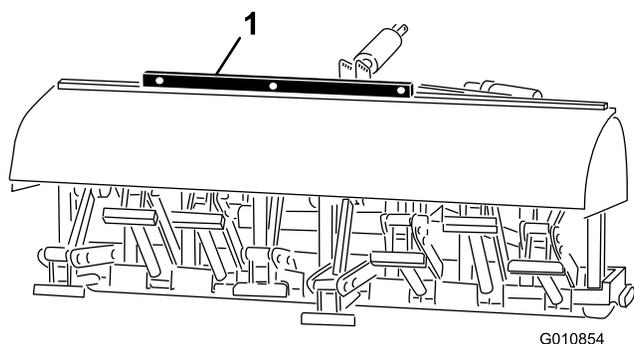

Figura 25
2. Collocate una livella sul telaio dell'arieggiatore e verificate che la macchina sia livellata da un lato all'altro (Figura 25).